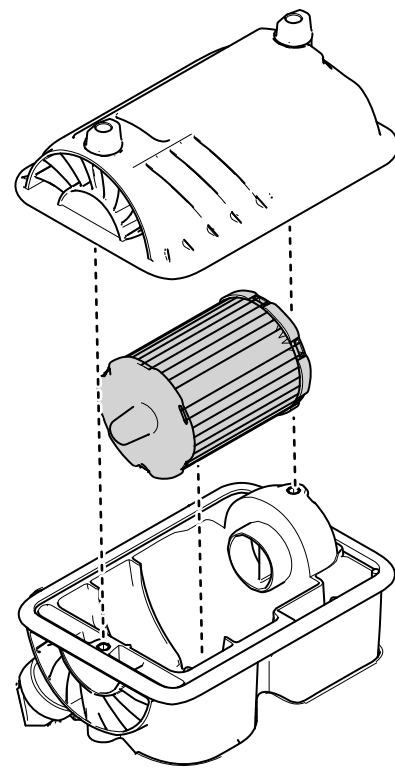

Figure 28
1. Sortez l'élément filtrant hors du boîtier du filtre à air avec précaution (Figure 28).
4. Reposez le couvercle du filtre à air (Figure 28).